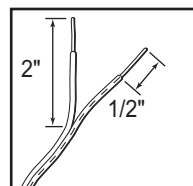

FIG. 4-7 Partiendo y pelando. Division et dénudage.
Parta y pele los extremos de los alambres del detector y alambres pre alambrados (Fig. 4-7)
4. Parta y pele los extremos de los alambres del detector (Fig. 4-7).
- Connecter le pré câblage au fil du capteur raccourci, faire correspondre les paires de fil pointillé à pointillé et plein à plein. Ajuster le fil du capteur à environ 30 cm (un pied) du capteur. Séparer et dénuder les extrémités des fils de capteurs et les fils pré câblés (Fig. 4-7). Effectuer le raccordement des fils à l'aide des écrous à câble (fournis).
4. Séparer et dénuder l'extrémité des fils du capteur (Fig. 4-7).